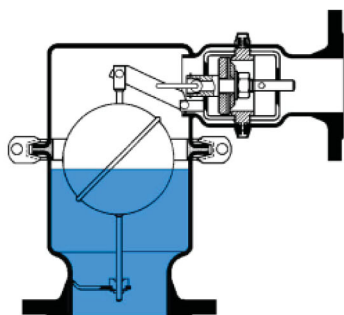

Рис. 3
3. **Воздухоотводчики двойного действия** реализуют обе рассмотренные выше функции. Данный тип воздухоотводчика имеет два седла: большое для реализации пусковой функции и малое для постоянной работы (рис. 3). Примеры воздухоотводчиков двойного действия – EB1.74, EB1.84.